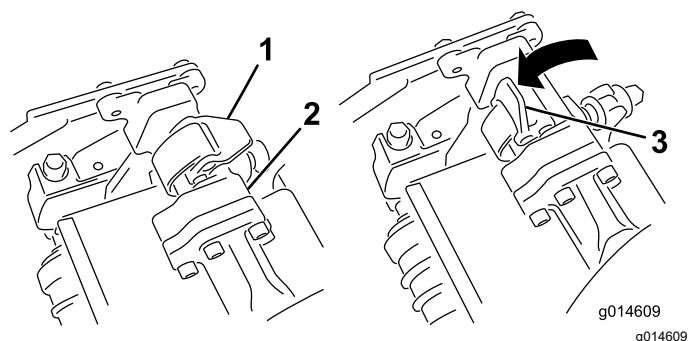
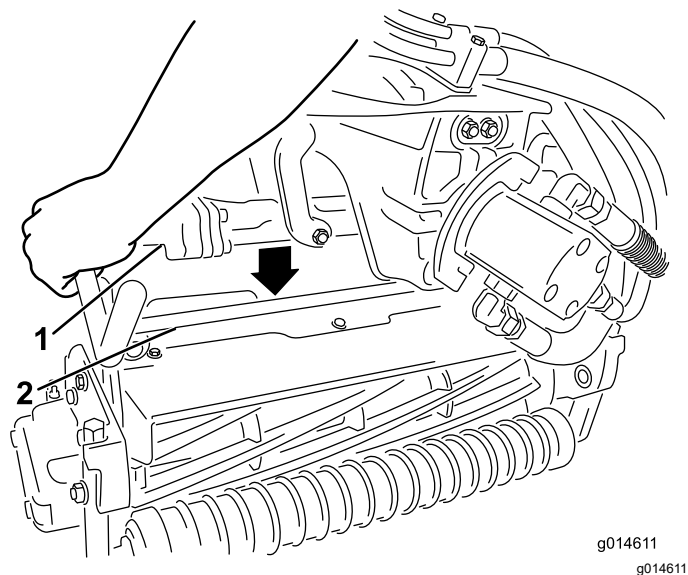

図 48
図 49
4. ラッチを下げて閉じるとカッティングユニットのバーがロックされてユニットがアームにセットされる図 48。
3. サスペンションアームのバーについているラッチを上向き開いた状態にして図 48、サスペンションアームを押し下げて、バーを、カッティングユニットのバーの上に被せるようにする図 49。
4. 取り外したいカッティングユニットのサスペンションアームのバーについているラッチを開く(図 48)。